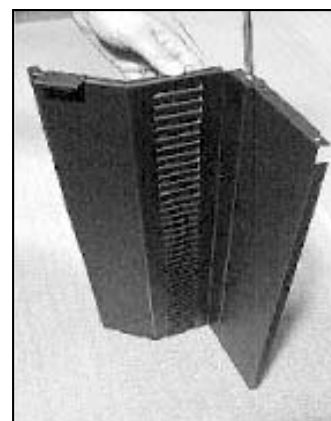

Figure 24.4
- Tenez l'ensemble debout à son extrémité et attachez et installez (1) une vis de 203 mm (8 po)-813 mm (32 po) x 9,5 mm (3/8 po) à travers la languette du panneau et du rideau latéraux. **Figure 24.4**. Posez face cachée comme illustrée à la **Figure 24.5**.